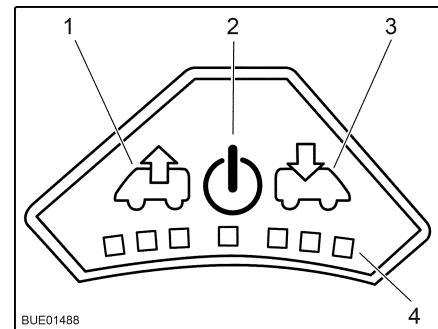

Bild 86 Fläktreglage
- Slå på:** ■ Tryck på På/Av-knappen (Bild 86,2). Fläkten går i komfortläge (vädring med lägsta fläktvarvtal).
- Avluftning:** ■ För att höja fläktvarvtalet: Tryck på vädringsknappen (Bild 86,1). Fläktvarvtalet i vädringsriktningen ökar en nivå. Lysdioderna (Bild 86,4) visar de olika nivåerna.
■ För att minska fläktvarvtalet: Tryck på ventilationsknappen (Bild 86,3). Fläktvarvtalet minskar en nivå.
- För att höja fläktvarvtalet: Tryck på ventilationsknappen (Bild 86,3). Fläktvarvtalet i ventilationsriktningen ökar en nivå. Lysdioderna (Bild 86,4) visar de olika nivåerna.
- För att minska fläktvarvtalet: Tryck på vädringsknappen (Bild 86,1). Fläktvarvtalet minskar en nivå.
- Tryck på På/Av-knappen (Bild 86,2). Fläkten stannar och lamporna släcks.